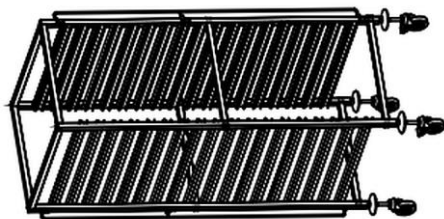

Fig. 2
10. Para finalizar, atornille las ruedas pivotantes a los tubos cuadrados de las partes laterales. (Fig. 2)